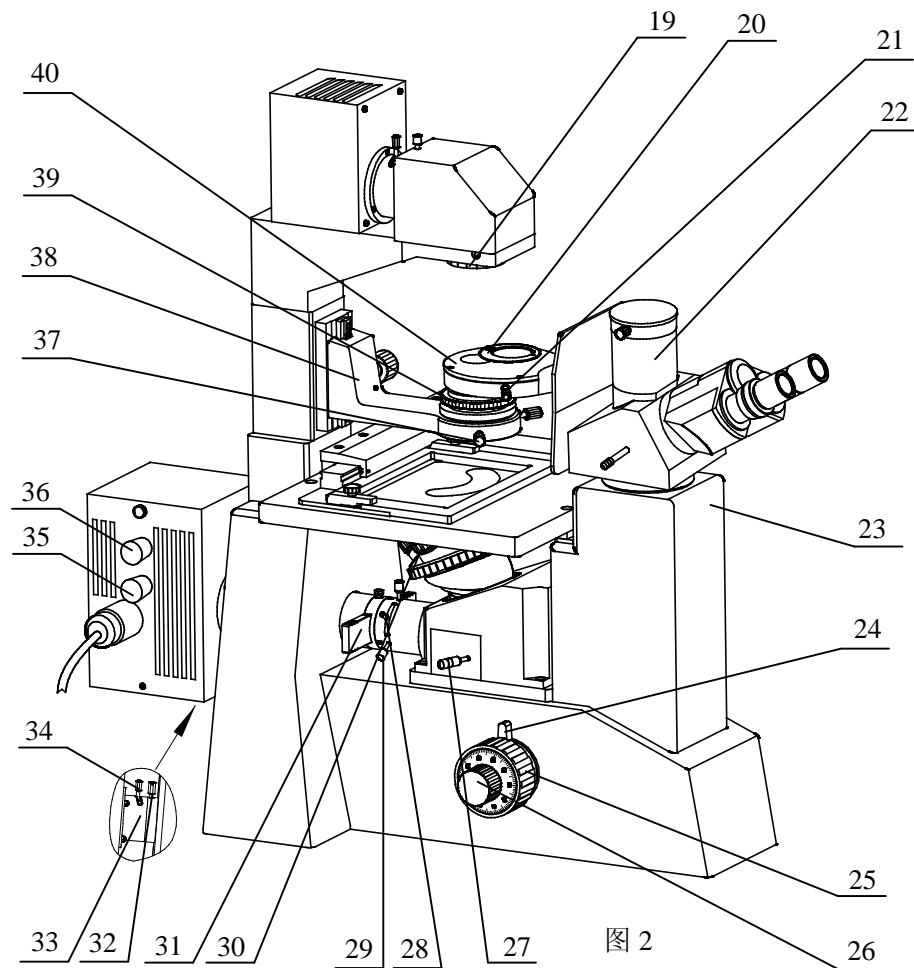
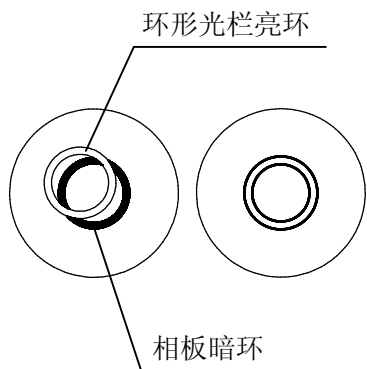

图 2
图 10
2. 将激发滤色片组 27 拉出(图 2)
6. 转换不同倍率物镜时,需用微动调焦手轮 26 稍作调节。(图 2)
旋转孔径光栏调节转环 39，使其与物镜的数值孔径相匹配，以获得衬度好的图象和满意的照明。（图 2）
- B. 将需要的环形光栏板转入工作位置，旋转孔径光栏调节转环 39，使孔径光栏开至最大。(图 2)
- E. 调节相衬装置上的环形光栏调节钉 21，(图 2)使环形光栏的亮环物镜内的相板暗环重合。(图 10)
- 2. 将所需激发滤色片组 27 插入(图 2)